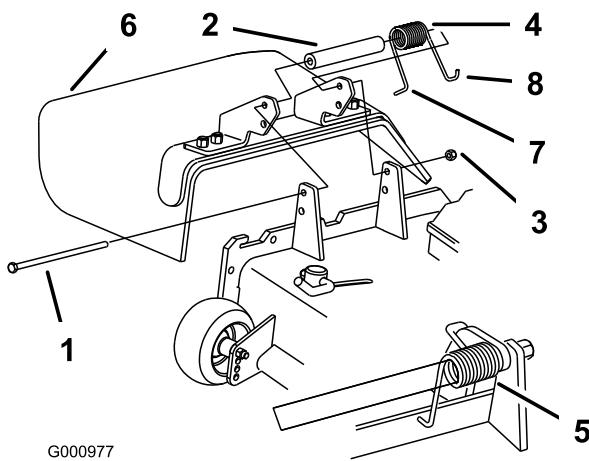

Figura 38
1. Retire a porca de bloqueio, o parafuso, a mola e a cunha que fixam o deflector aos apoios de articulação (Figura 38). Se o deflector de relva estiver danificado ou gasto, retire-o.
2. Coloque o espaçador e a mola no deflector de relva. Coloque a extremidade em L por trás da extremidade da plataforma antes de colocar o parafuso como apresentado em Figura 38.
- Nota:** Certifique-se de que a extremidade em L de mola está montada por trás da extremidade da plataforma antes de colocar o parafuso como apresentado em Figura 38.
3. Coloque o parafuso e a porca. Coloque a extremidade em gancho J da mola em torno do deflector de relva (Figura 38).